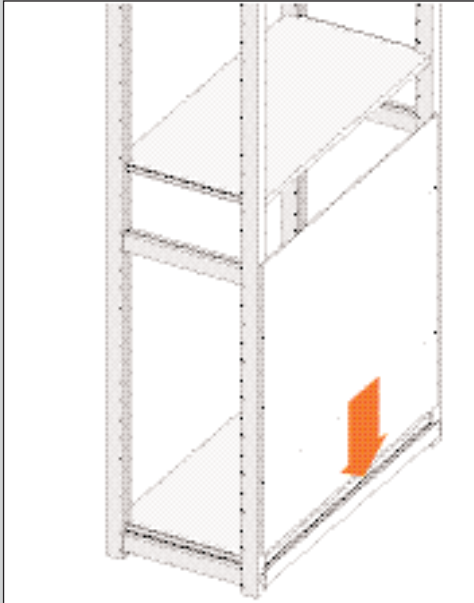

ABBILDUNG 16
5. Setzen Sie die Rückwand in den Rückwandriegel ein (siehe Abb. 16). Achten Sie auf die lackierte Seite.